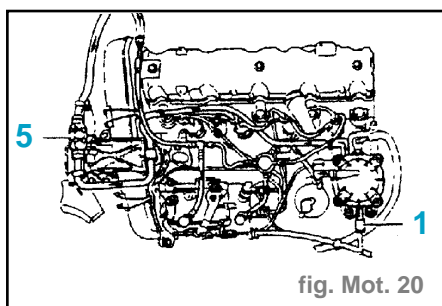

fig. Mot. 20
- Fermer la vis de purge (1) (fig. Mot.20).
- Amorcer le circuit à l'aide de la pompe (5) (fig. Mot. 20).